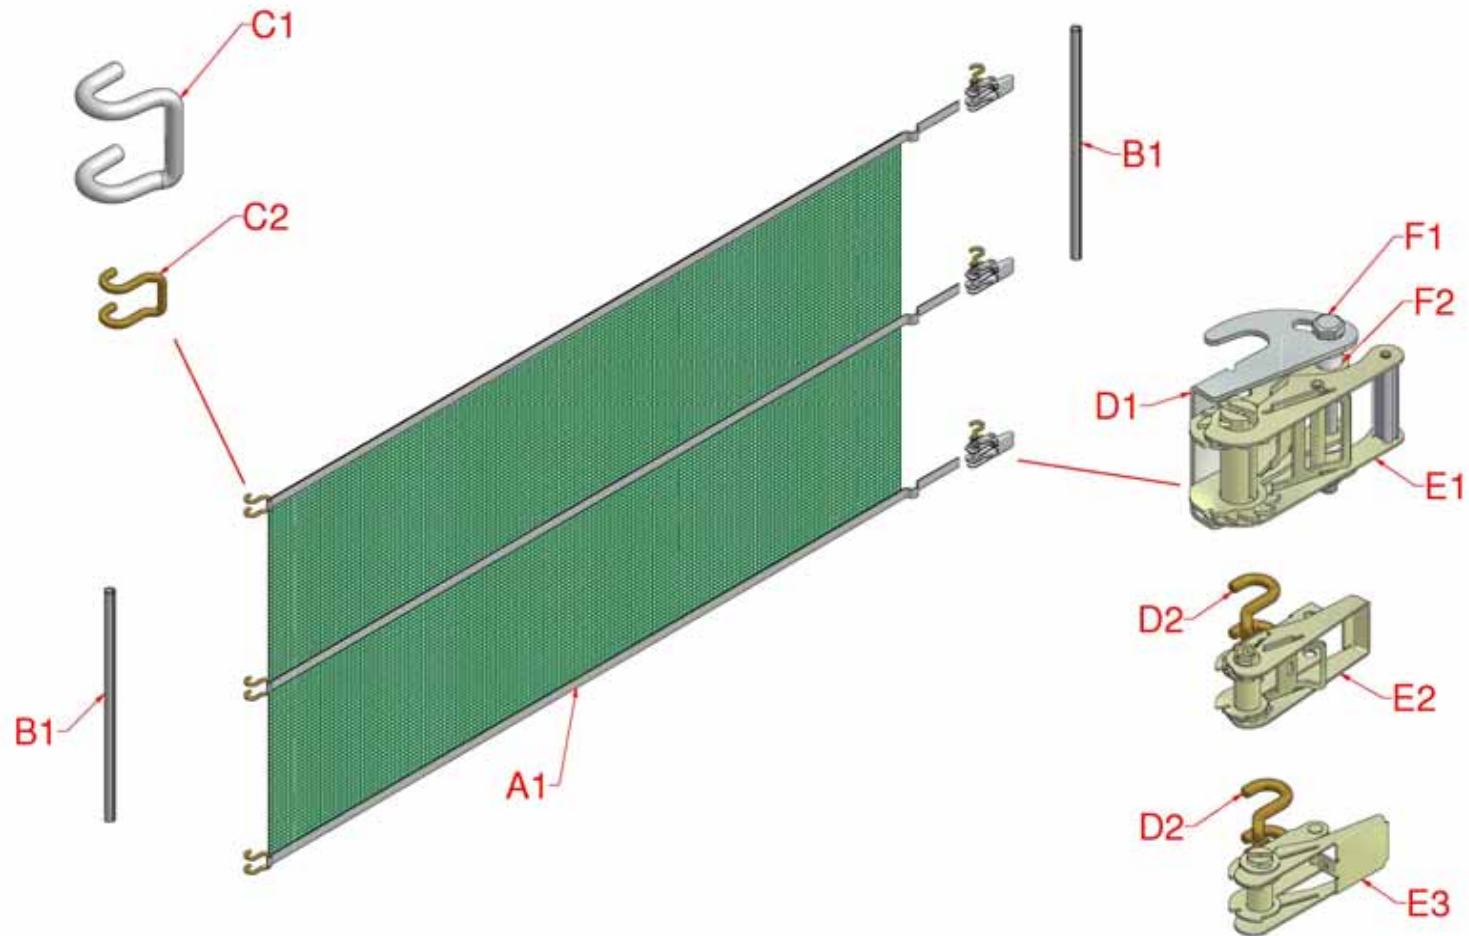

Figure 1, Vue d'ensemble du système et composants individuels
1. Vérifiez le contenu de votre Bayscreen par rapport à la liste de pièces à l'aide de la Figure 1. Ne laissez pas le matériel de l'écran entrer en contact avec des objets pointus ou des bords coupants.